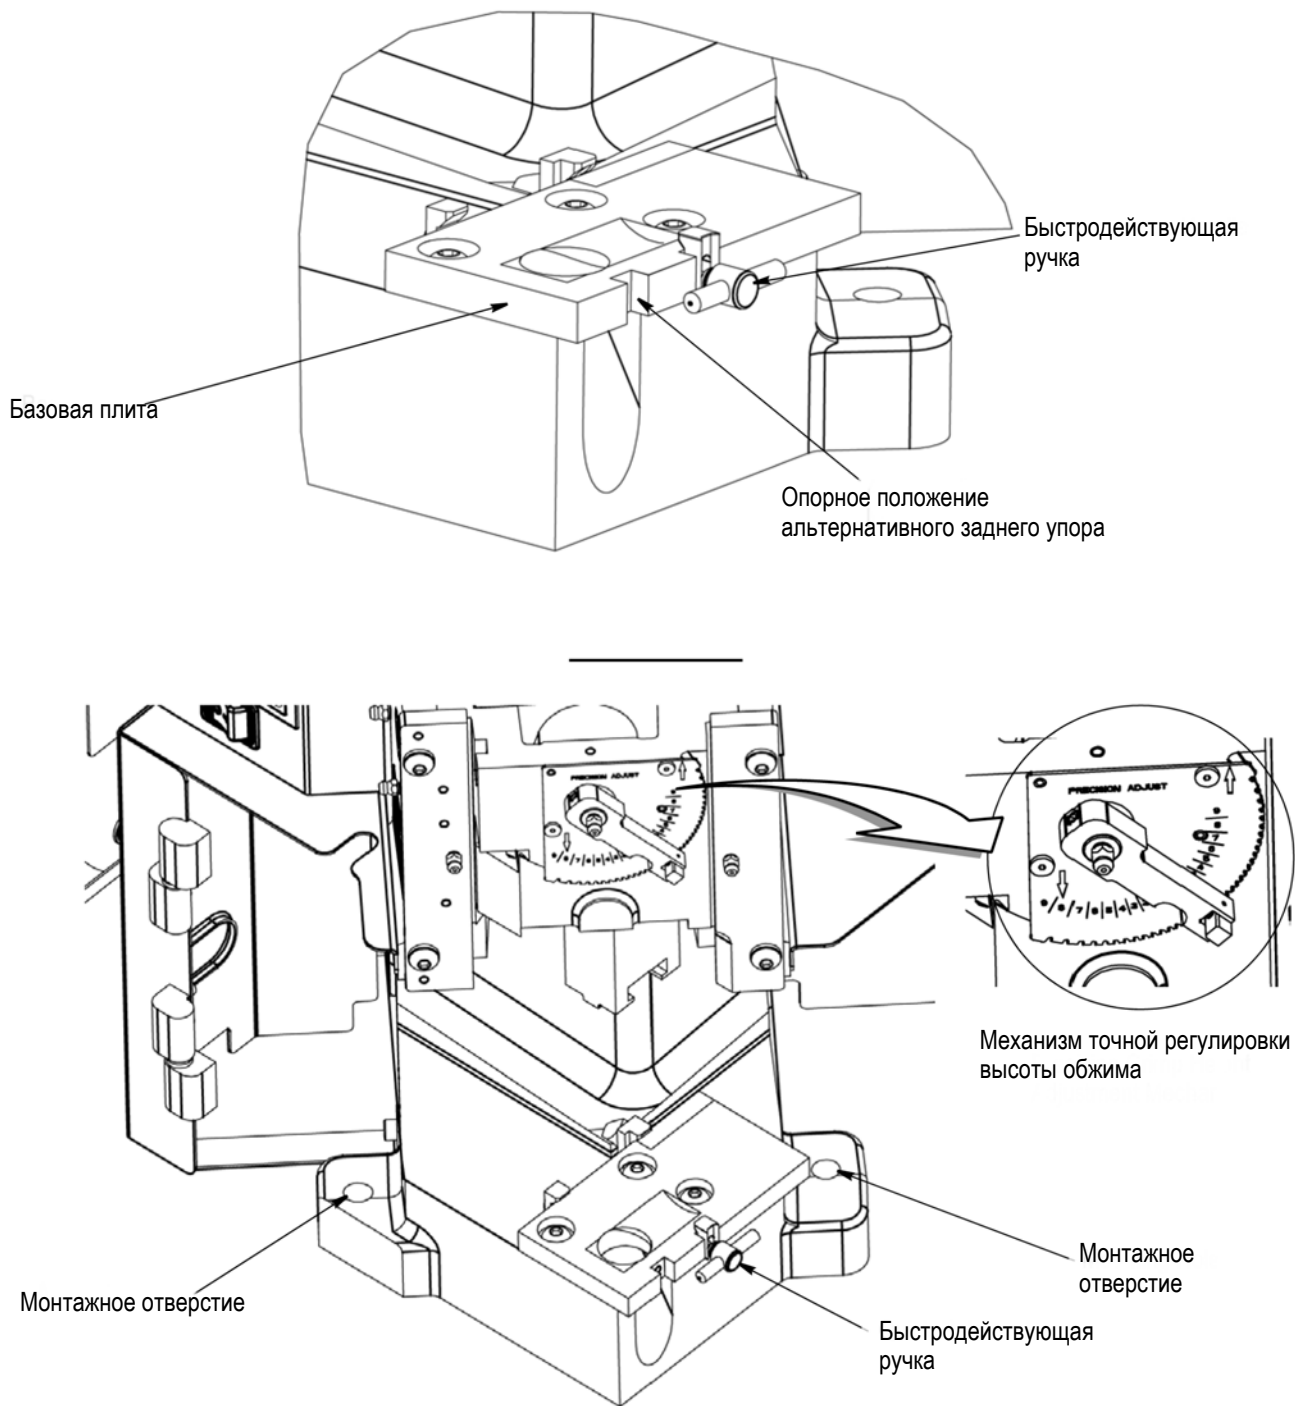

Рис. 5
3. *Базовая плита* обеспечивает опорную поверхность, на которой установлен аппликатор. Функция быстросъемной фиксации обеспечивает быстроту и легкость операций установки и снятия аппликатора. См. рис. 5.
4. *Группа регулировка высоты обжима* использует эксцентрик, расположенный в рычажном приводе толкателя, вместе с фиксированными упорами в механизме для регулировки высоты обжима. Шаговое перемещение механизма в любом направлении будет изменять высоту обжима с приращением около 0,013 мм [0,0005 дюйма] за шаг. Механизм точной регулировки высоты обжима — см. рис. 5.
Машину следует надежно закрепить на столе, используя монтажные отверстия, показанные на рис. 5. Крепежные изделия поставляются заказчиком. Машина не должна выступать за пределы переднего края стола.
1. Отпустите быстросрабатывающую Т-образную ручку (см. Рис. 5) и сдвиньте зажим основания аппликатора вниз.
При использовании аппликатора 567200-2 (изначально предназначенного для использования с обжимным прессом AMP-O-LECTRIC модели K) отпустите быстросрабатывающую Т-образную ручку, сдвиньте вниз зажим основания аппликатора и снимите задний упор, расположенный на левой стороне базовой плиты. Установите задний упор (№ запасной части 354561-1), входящий в комплект подачи воздуха, в альтернативное монтажное положение на базовой плите. См. Рис. 5.